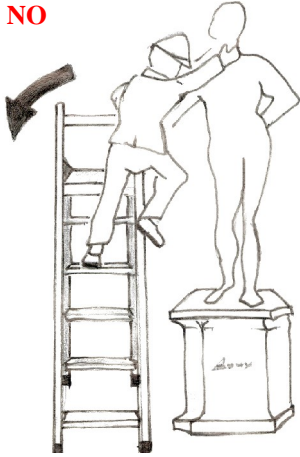

Fig 12
- Non prevedere l'utilizzo della scala per posizionamenti di attività laterali (Fig. 12) ;